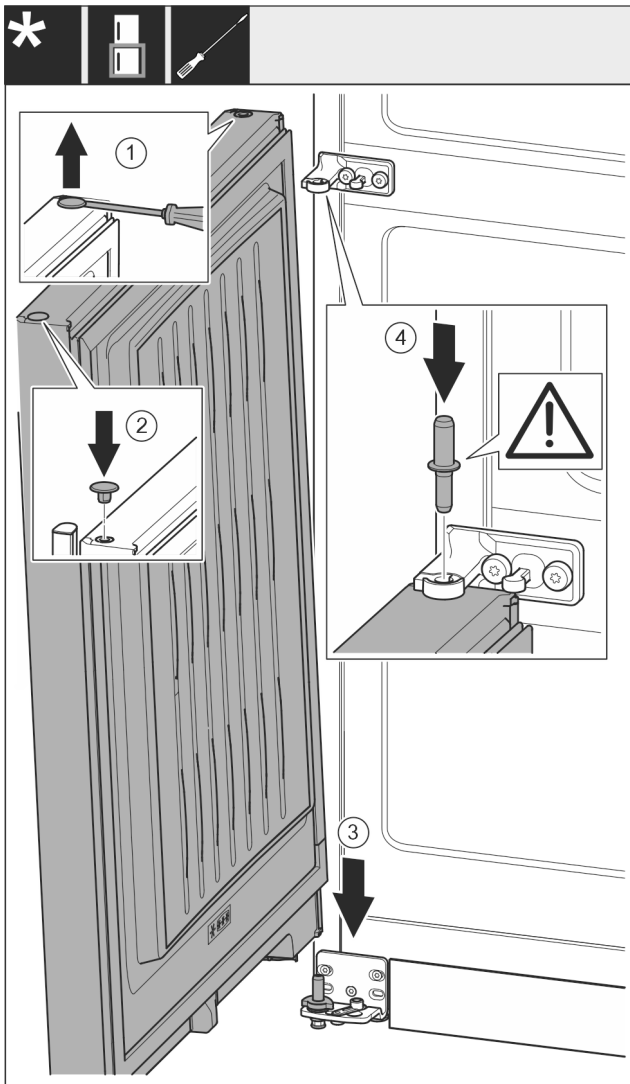

Fig. 22
- Stopfen Fig. 22 (1) vorsichtig mit einem Schlitzschraubendreher anheben und herausziehen.
- Stopfen Fig. 22 (2) auf der anderen Türseite wieder einsetzen.
- Tür Fig. 22 (3) von oben auf den unteren Lagerbolzen aufsetzen.
- Lagerbolzen Mitte Fig. 22 (4) durch Lagerbock Mitte in die untere Tür einsetzen. Dabei darauf achten, dass der Rastnocken nach hinten zeigt.